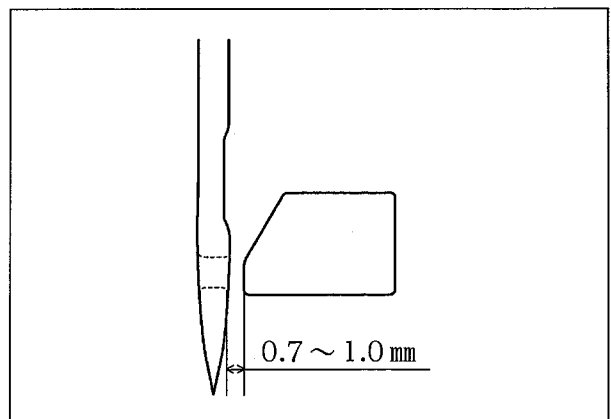

図 27
① 補足
針が最も下がったとき、針と針受ケ(後)①のすき間が0.7～1.0mmであることを確認してください。(図 27)